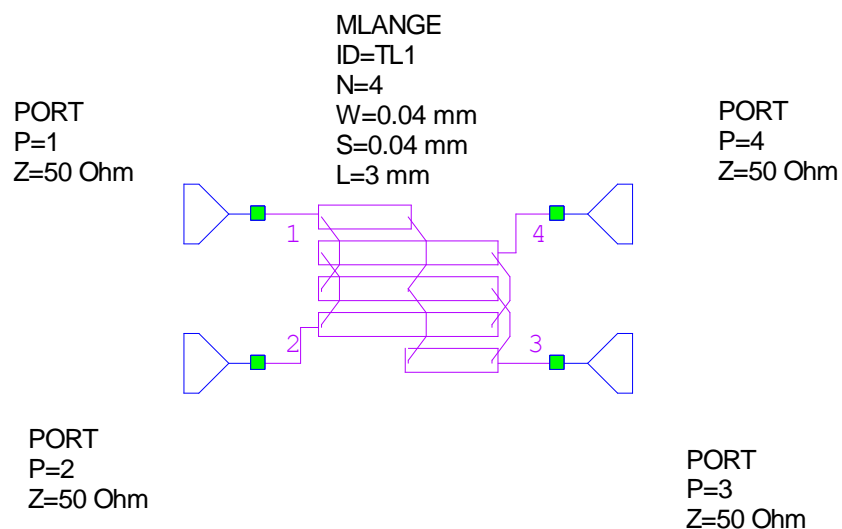

Рис.2
4. Щёлкните мышкой по значку Port на панели инструментов и подключите порт к плечу 1 элемента **MLANGE**. Аналогично подключите порт к плечу 2. Затем подключите порты к плечам 3 и 4, два раза щёлкая мышкой, чтобы развернуть эти порты на 180 градусов. Полученная схема показана на рис. 2